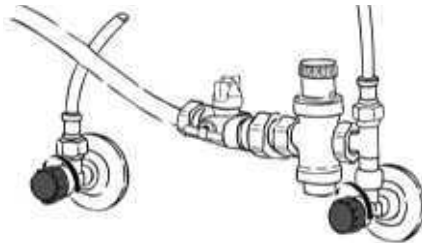

Abb. 56
1. Schließen und öffnen Sie das Eckventil (Abb. 56) des Kaltwasseranschlusses, um die Funktionsfähigkeit des Ventils aufrechtzuerhalten.